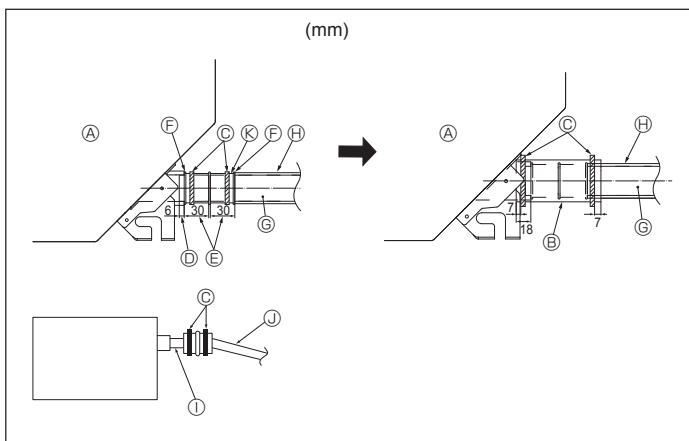

Fig. 5-2
1. Koble avløpsmuffen (følger med enheten) til avløpsåpningen. (Fig. 5-2) (Fest røret med PVC-klæbemiddel og sikre det med et bånd.)